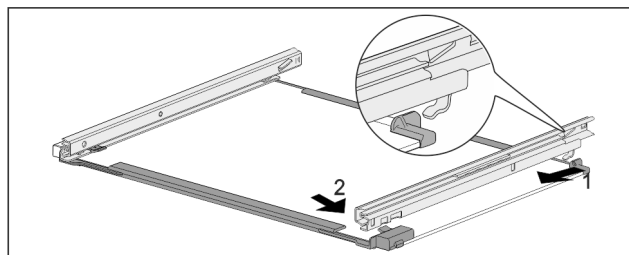

Fig. 181 Skleněná deska s kolejničkami
- Zahákněte kolejničku vzadu. Fig. 181 (1)
- Zaklapněte kolejničku vpředu. Fig. 181 (2)